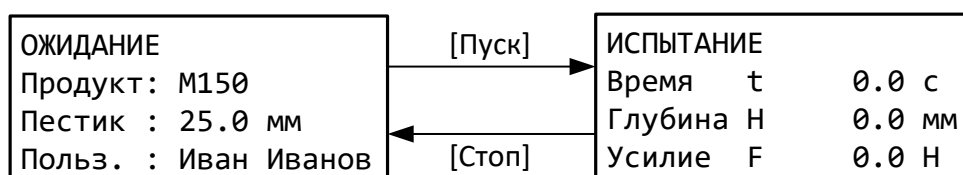

Рисунок 10 – Окно испытания
4.5.1 В окне ожидания нажать [Пуск] – после набора давления, пестик медленно опустится до касания пробы, откроется окно испытания (рисунок 10).